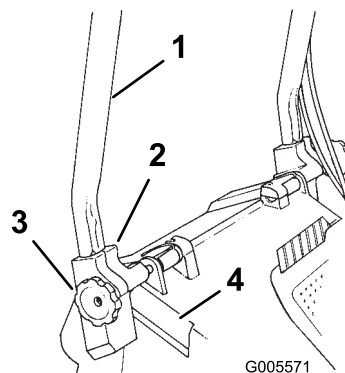

Bild 3
1. Lockern Sie die Handräder an den Befestigungshalterungen (Bild 3).
3. Schieben Sie die Griffenden in die Löcher in die Befestigungshalterungen, bis die Enden vollständig in den Halterungen sitzen (Bild 3).
4. Drehen Sie den Griff und die Befestigungshalterungen nach hinten, bis die Halterungen sicher in die Gehäusetaschen passen (Bild 3).